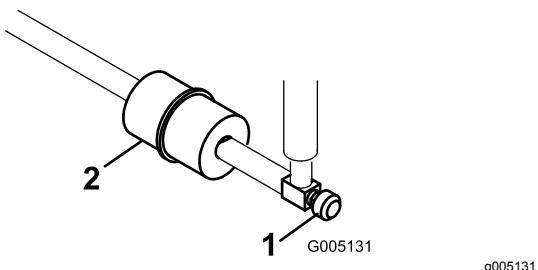

図 30
燃料フィルタはインラインタイプで、燃料タンクとキャブレタの間に設置してあります図 30。
- 燃料バルブを閉じ、フィルタのキャブレタ側に付いているホースクランプをゆるめ、燃料ラインからフィルタを外す図 30。
- フィルタの下に容器を置き、もう一方のクランプも外してフィルタを取り出す図 30。